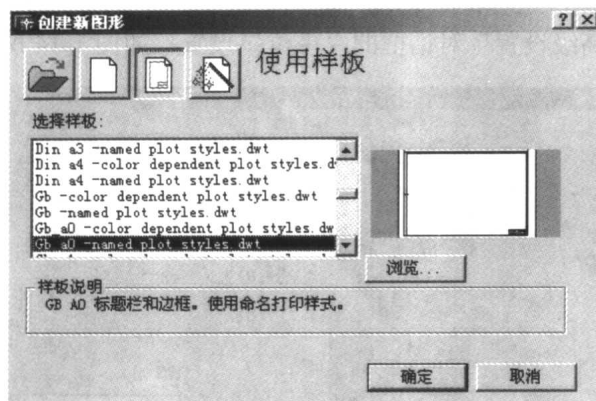

图 1-12 “使用样板”选项卡
- 2) 单击“创建新图形”对话框中的使用样板按钮,将打开“使用样板”选项卡,如图 1-12